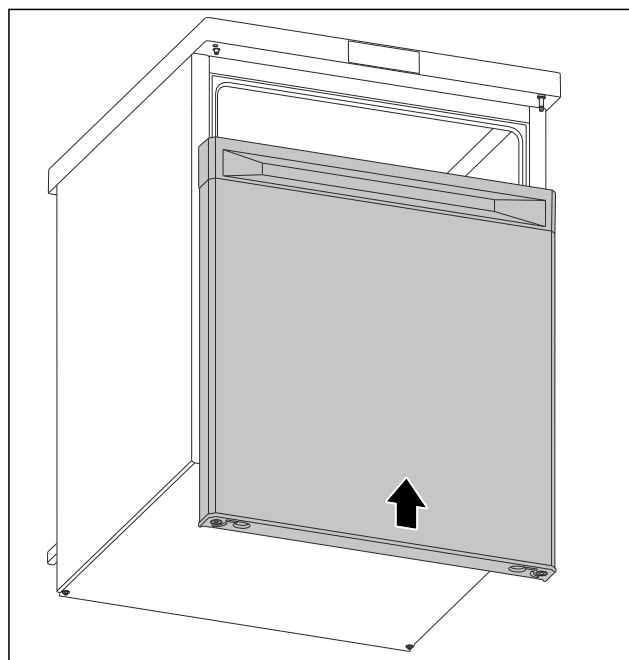

Fig. 15
- Futni derën në gjendje të mbyllur në bulonin e sipërm. (shihni Fig. 15)